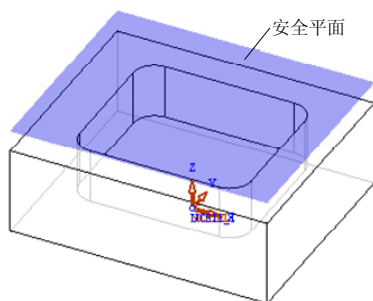

图 2-46 “创建刀路轨迹”对话框
4) 创建刀路轨迹。单击“加工向导”工具栏上的“刀路轨迹”按钮，弹出“创建刀路轨迹”对话框，设置刀具路径类型为“3 轴”，安全平面 Z 为“50”；如图 2-46 所示。单击确定按钮，完成刀路轨迹的创建。